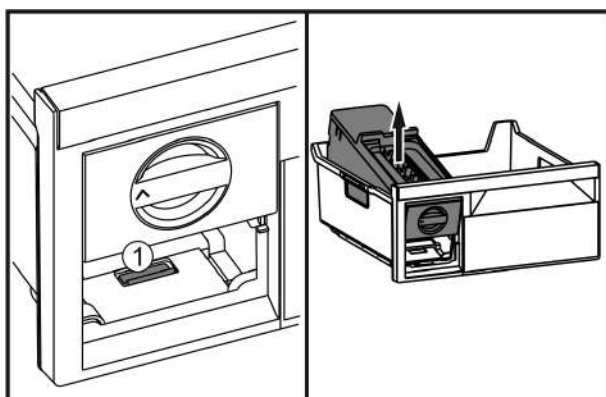

Fig. 30
- ▶ Натиснути на накладку Fig. 30 (1), EasyTwist-Ice підняти ззаду і витягнути з висувного ящика для заморожування.